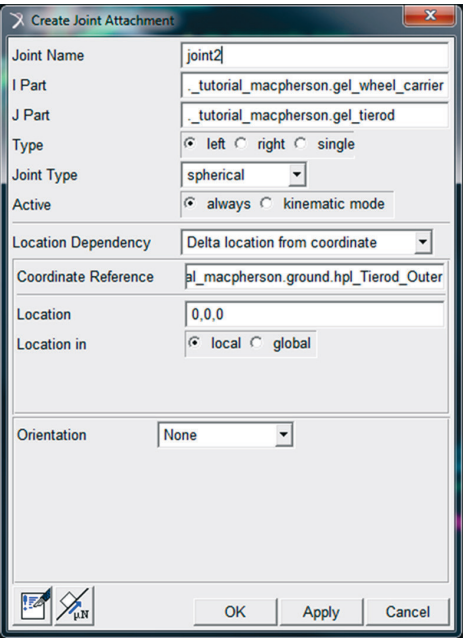

Figura 4.58 – Criação da Junta 1.
- Os campos da janela *Create Joint Attachment* deverão ser preenchidos, conforme ilustrado na Figura 4.58, e de acordo com a Tabela 4.2.